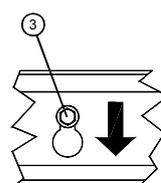

Fig. 4
- Far scorrere verso il basso l'essiccatore, in modo che le viti N.3 entrino nella parte superiore delle asole (Fig. 4).